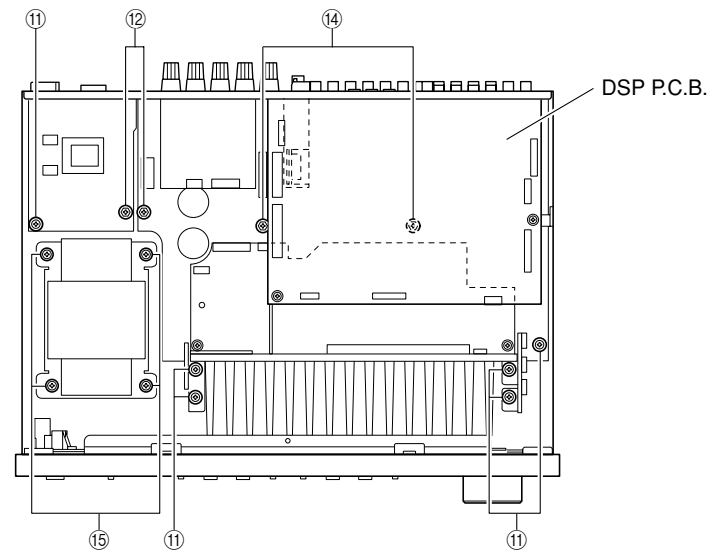

Fig. 5
- c. Remove 6 screws (11). (Fig. 5)
- d. Remove 2 screws (12). (Fig. 5)
- f. Remove 2 screws (14). (Fig. 5)
- g. Remove 4 screws (15). (Fig. 5)